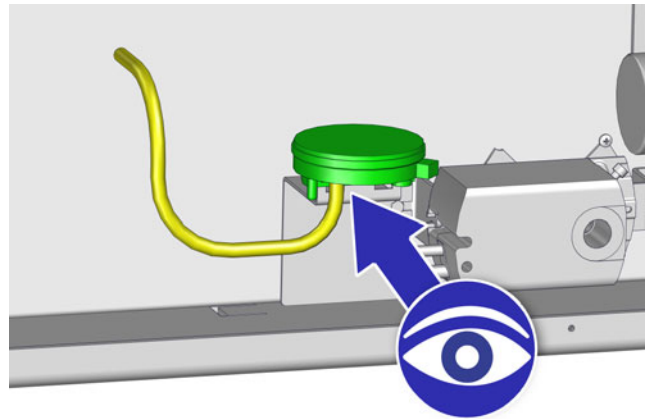

Abb. 3-27: Unterdruckdose und Silikonschlauch
5. Ist die Unterdruckmessung in Ordnung, schließen Sie den Silikonschlauch wieder korrekt an (siehe Grafik Abb. 3-27: "Unterdruckdose und Silikonschlauch").